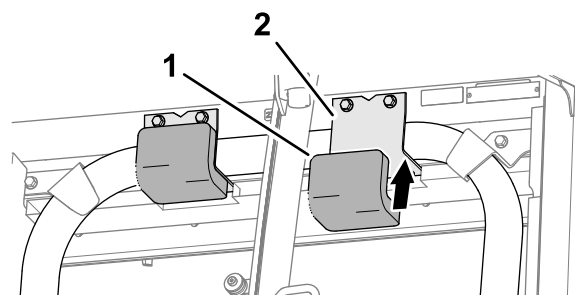

Figure 29
- Retirez la pellicule protectrice et placez les tampons isolants du ROPS sur les montants du ROPS (Figure 29).